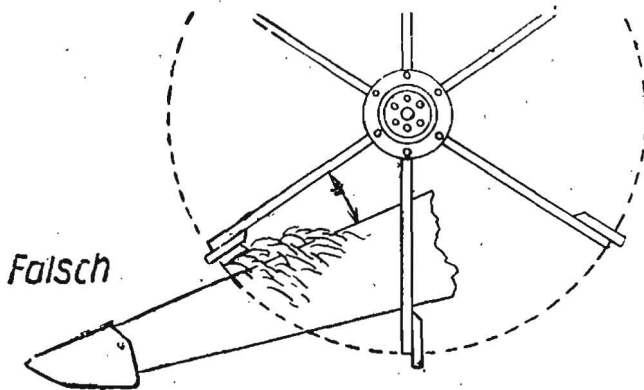

Bild 18
6. Kette am Halmteiler so einstellen, das die Spitze desselben dicht über dem Erdboden hängt (Bild 18).